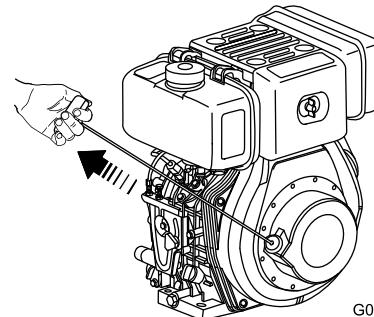

Figura 16
4. Sujete el arrancador de retroceso, tire lentamente hacia fuera hasta que note resistencia, luego tire hacia fuera del todo con un movimiento firme y uniforme (Figura 16).